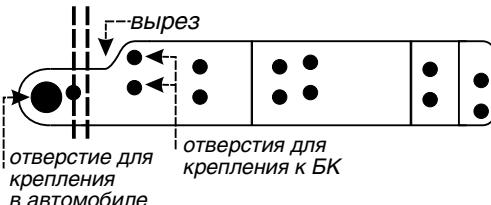

Рис. 2.30
Кронштейн, внешний вид которого приведен на рис. 2.30, представляет собой металлическую пластину.
5. Согните пластины по линиям сгиба, рис. 2.30, так, как показано на рисунке 2.31. Учитывайте, что кронштейны будут устанавливаться один с правой, другой с левой стороны, согбайте их в противоположные стороны (зеркально).